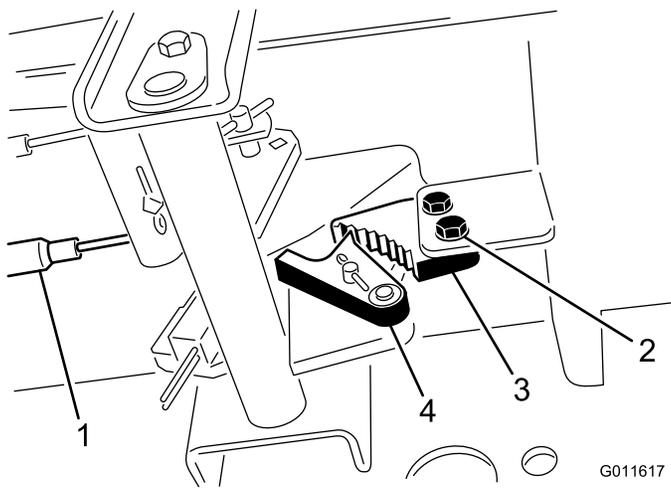

Figura 75
1. Afloje los 2 tornillos que fijan el trinquete del freno de estacionamiento al bastidor (Figura 75).
2. Pise el pedal del freno de estacionamiento hacia adelante hasta que la uña se engancha a fondo en el trinquete del freno (Figura 75).